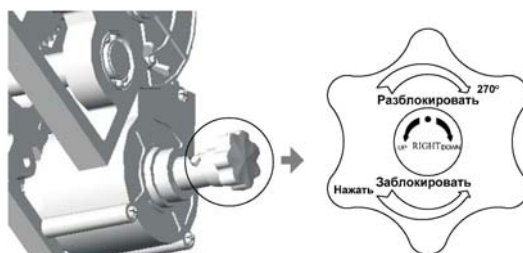

Рис. 4. Ручная разблокировка шлагбаума
Для разблокировки шлагбаума используется рукоятка (рис. 4). Для выполнения разблокировки необходимо повернуть рукоятку по часовой стрелке до упора ($\sim 270^\circ$), после чего возможно открытие (UP) и закрытие (DOWN) стрелы руками или с помощью рукоятки. Чтобы вернуть привод в заблокированное состояние необходимо нажать и повернуть рукоятку против часовой стрелки до упора, после чего открытие и закрытие осуществляется шлагбаумом.